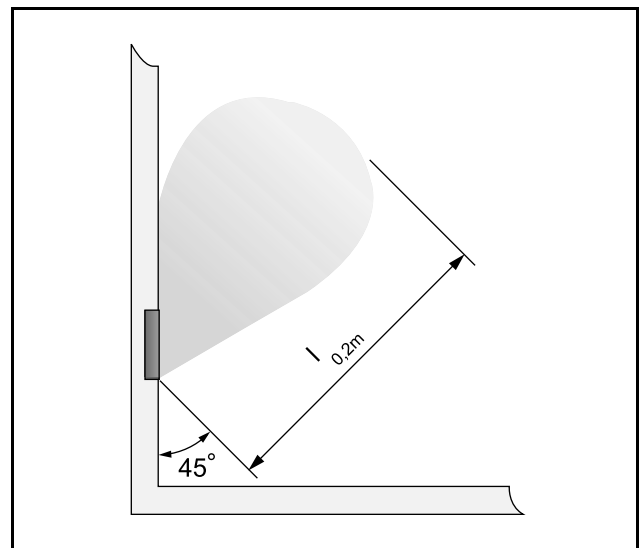

Рис. 5. Изовела. Картина распределения 45° влево.
- Длина струи дана для стандартного расположения форсунок. При расположении форсунок 45° l_{0,2} будет длиннее примерно на 50%. Длина струи считается от центра диффузора и 45° 1-стороннее распределение воздуха (см. рис. 5)
- Длина струи дана для стандартного расположения форсунок. При расположении форсунок 45° $l_{0,2}$ будет длиннее примерно на 50%. Длина струи считается от центра диффузора и 45° 1-стороннее распределение воздуха (см. рис. 5)